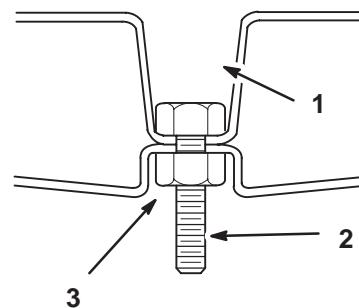

Figure 13
1. Introduisez 4 boulons (5/16 x 1-1/4") dans les trous au fond des creux les plus profonds des déflecteurs gauche et droit. Fixez les boulons avec 4 contre-écrous (5/16") dans les creux moins profonds. Reportez-vous aux Figures 13 et 14 pour procéder correctement.